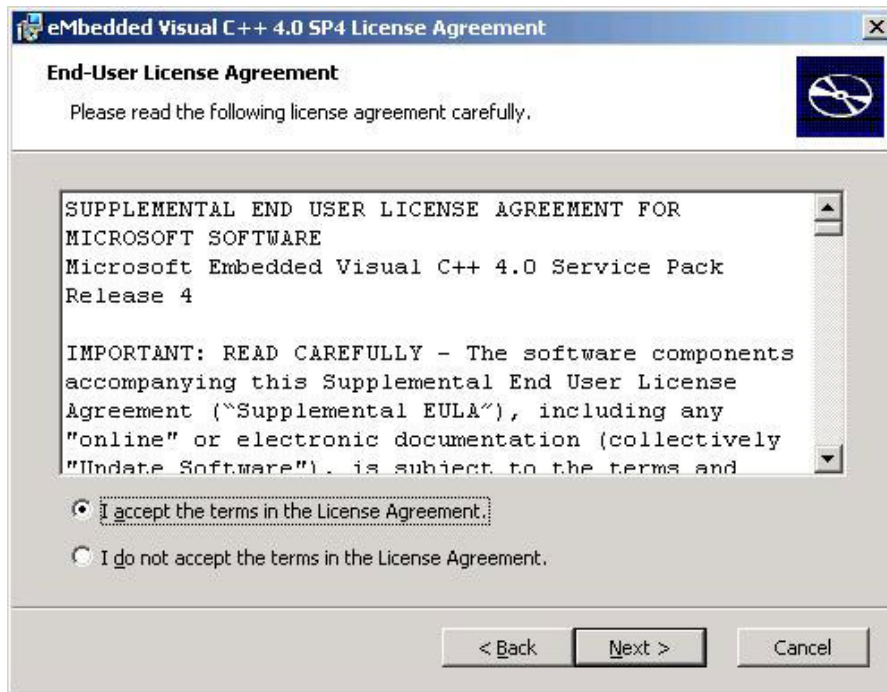

图 3-11 同意 sp4 安装协议
11、eVC4.0 安装完成以后，即可安装 eVC4sp4。运行“eVC 安装/eVCsp4”目录下的 **setup.exe**，至如图 3-11 所示的许可协议对话框，选择 **I accept the terms in the License Agreement**，同意安装协议。